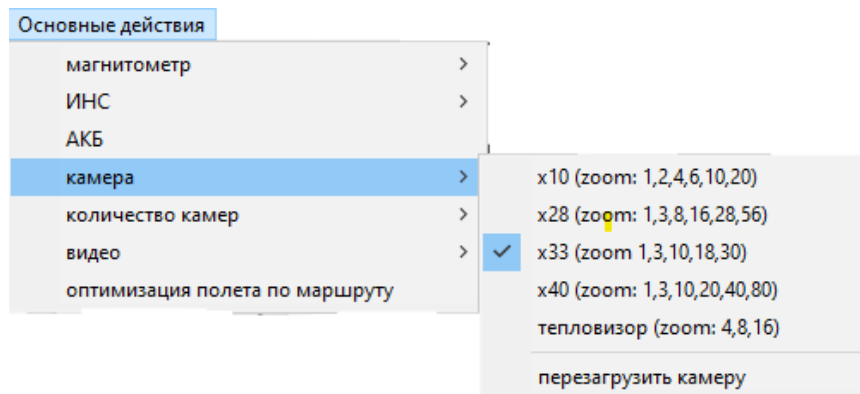

Рисунок 8 – Дополнительное окно «Камера»
5.1.4. Для корректной работы ЦН необходимо выбрать в пункте «камера» тот тип ЦН, которой установлен на БВС (тепловизор либо HD камера) (Рисунок 8).